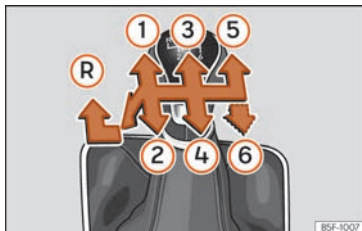

Fig. 214 Esquema de uma caixa de velocidades manual de 5 ou de 6 velocidades.
Na alavanca das mudanças indicam-se as posições das velocidades » **Fig. 214.**
- Com a alavanca das mudanças em ponto morto, pressione-a para baixo, mova-a para a esquerda até ao fim e depois para a frente para selecionar a marcha-atrás » **Fig. 214 (R).**